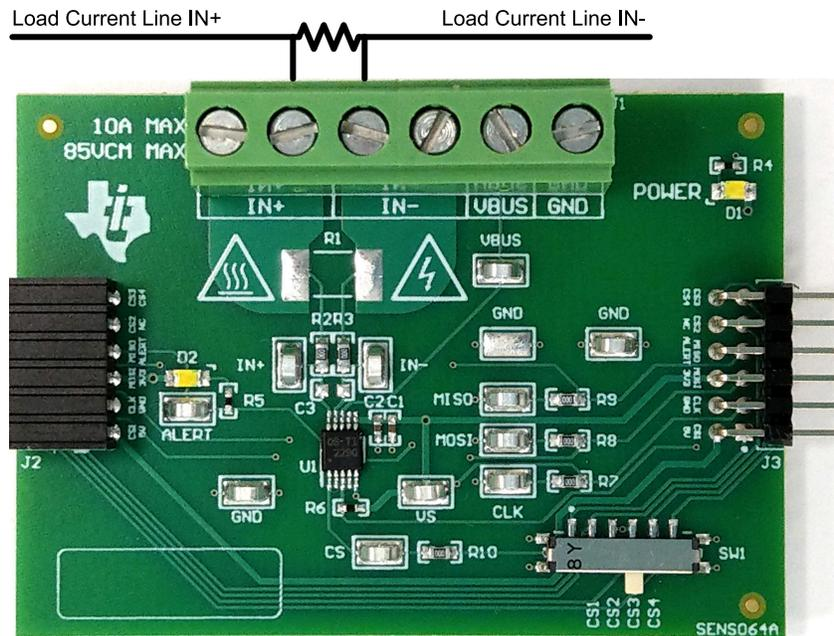
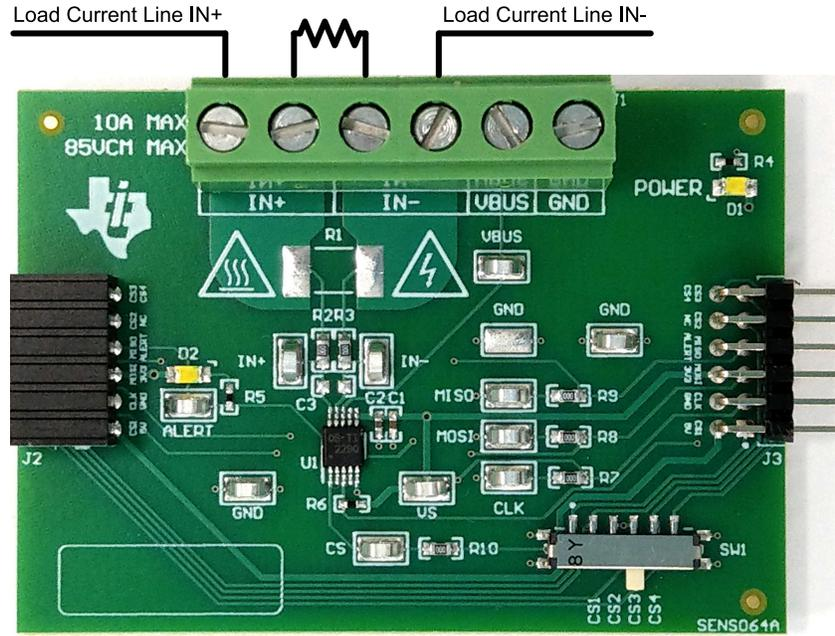

图 4-14. 电流超过 10A 时的 IN+ 和 IN- 布线
图 4-15. 10A 或更低电流时的 IN+ 和 IN- 布线
- b. 在 J1 的 IN+ 和 IN- 端子上连接外部分流器，最好贯穿引脚 4 和 5，如图 4-14 和图 4-15 所示。
- a. 测量 10A 以上的电流时，确保高电流路径不会穿过 EVM (包括端子块 J1) ，如图 4-14 所示。
- b. 将 10A 或更小电流与板载或外部分流器搭配使用时，电流路径可以穿过 EVM。图 4-15 显示了一种将多个 IN+ 和 IN- 端子与外部分流器搭配用于此用例的便捷方式。